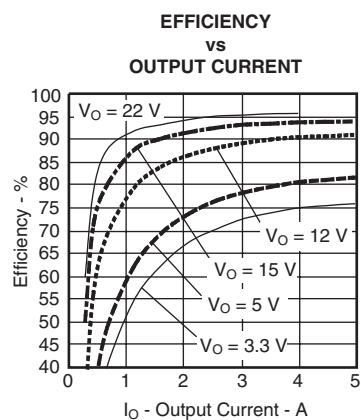
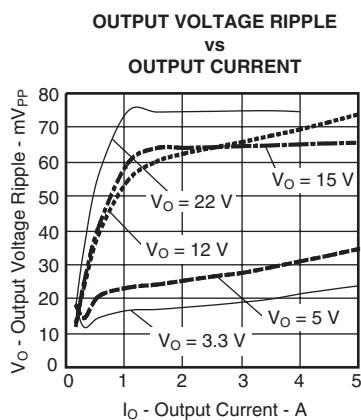
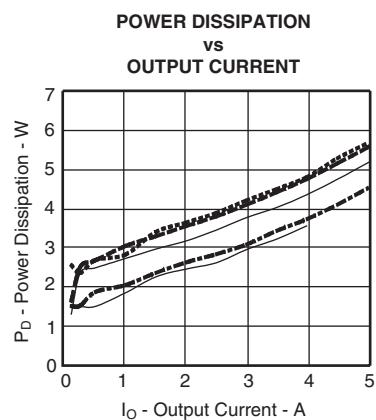

図 17
図 18
図 19
(1) この電気的特性データは、実際の製品を25°Cでテストして得られたものです。このデータは、コンバータの代表的なデータと考えられます。図17、図18、および図19に対して適用されます。
(2) 温度ディレーティング曲線は、内部コンポーネントの温度がメーカーの指定した最高動作温度以下になる条件を表します。このディレーティング制限は、2オンス (56.69グラム) の銅を使用した、100mm×100mmの両面PCBに直接半田付けされたモジュールに対して適用します。